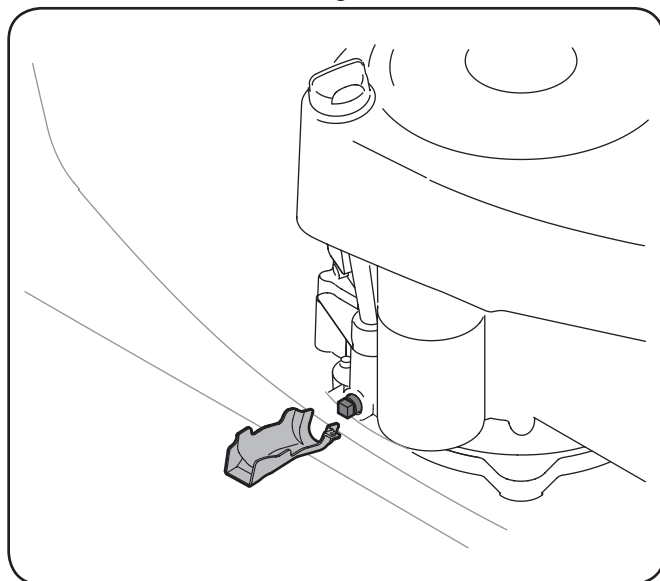

Figura 6-1
2. Coloque el extremo pequeño de la manga de drenado en el cárter de aceite. Vea la Figura 6-1.